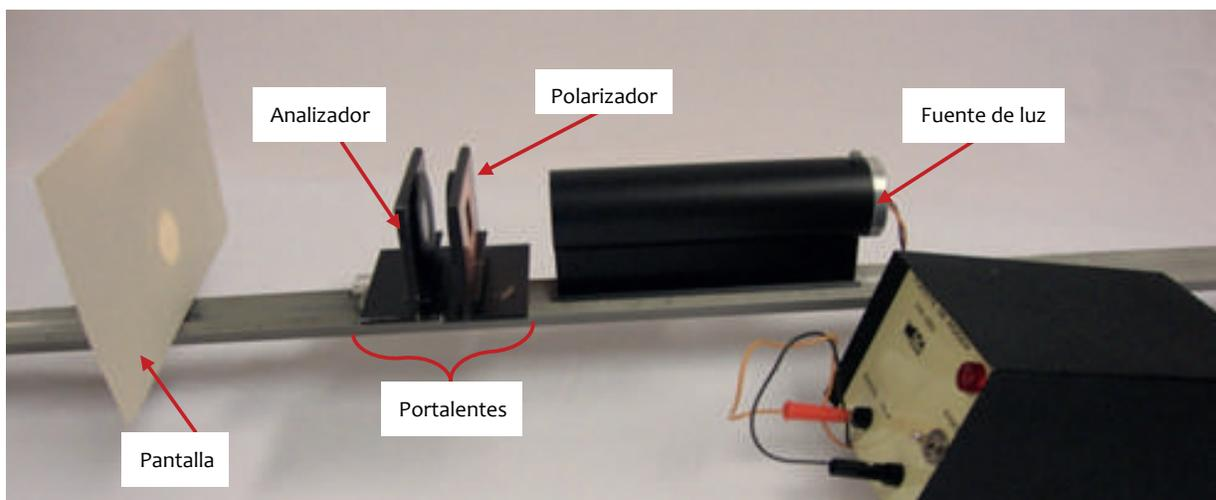

Figura 5.15. Polarización de la luz
- s) Coloque sobre el riel la fuente de luz blanca (luz no polarizada), enseguida el polarizador en el portalente, después un analizador (segundo polarizador), con su respectivo portalente y una pantalla a 10cm del analizador (figura 5.15).